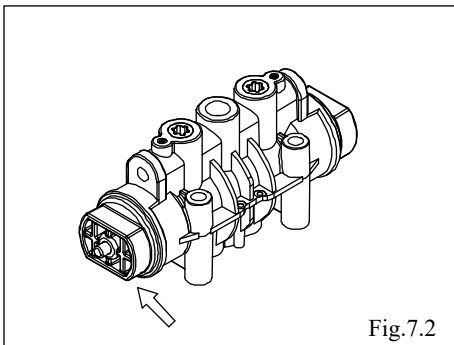

Fig.7.2
- 利用活动扳手等旋下盖帽，取下密封垫、C型滑阀组件。〈Fig.7.2〉